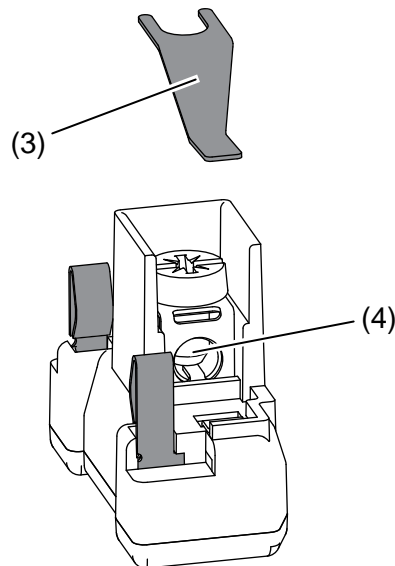

Bild 4
- Die Kontaktbrücke entfernen (Bild 4, 3).
- ⓘ Hinter der Kontaktbrücke befindet sich die Schraubklemme zum Anschluss des N-Leiters (Bild 4, 4).